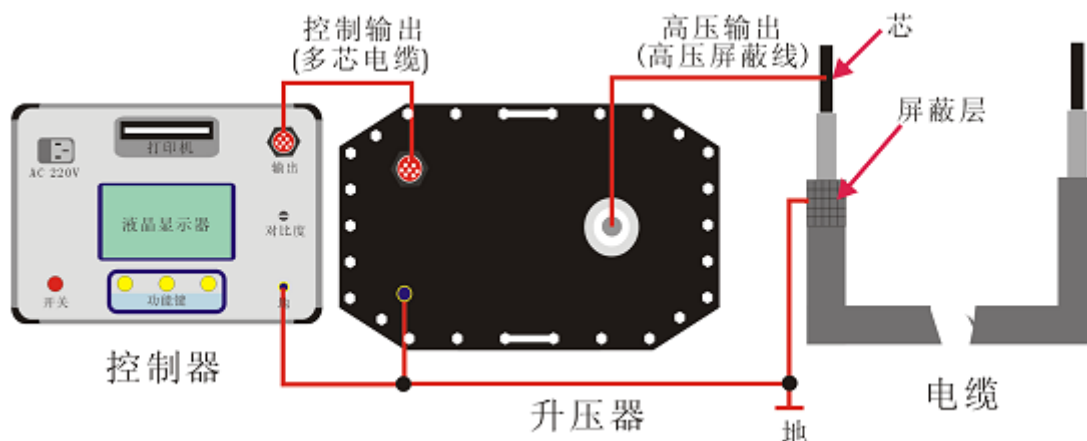

图 13 单相测量连线图
6. 用随机附带的专用柔性连接电缆将试验设备与试品电缆按图 13 所示的方法相连接。合上电源，设定好试验频率、时间和电压以及高压侧的过流保护值、过压保护值，然后开始升压试验。升压过程应密切监视高压回路，监听试品电缆是否有异常响声。升至试验电压时，即开始记录试验时间并读取试验电压值。